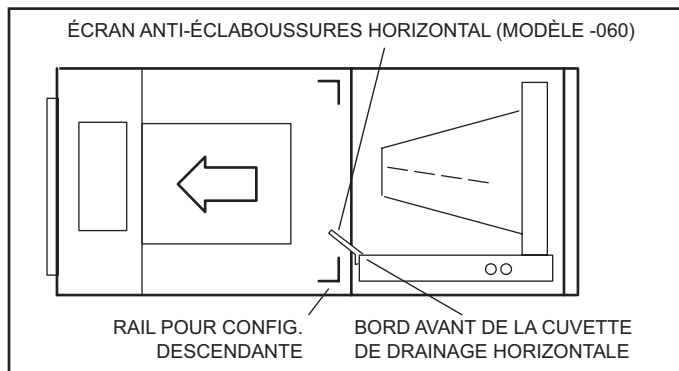

FIGURE 5. Configuration pour refoulement du côté gauche
- 10 - Installez l'écran horizontal (modèle -060) sur le bord avant de la cuvette de drainage horizontale comme illustré à la figure 5, page 6.